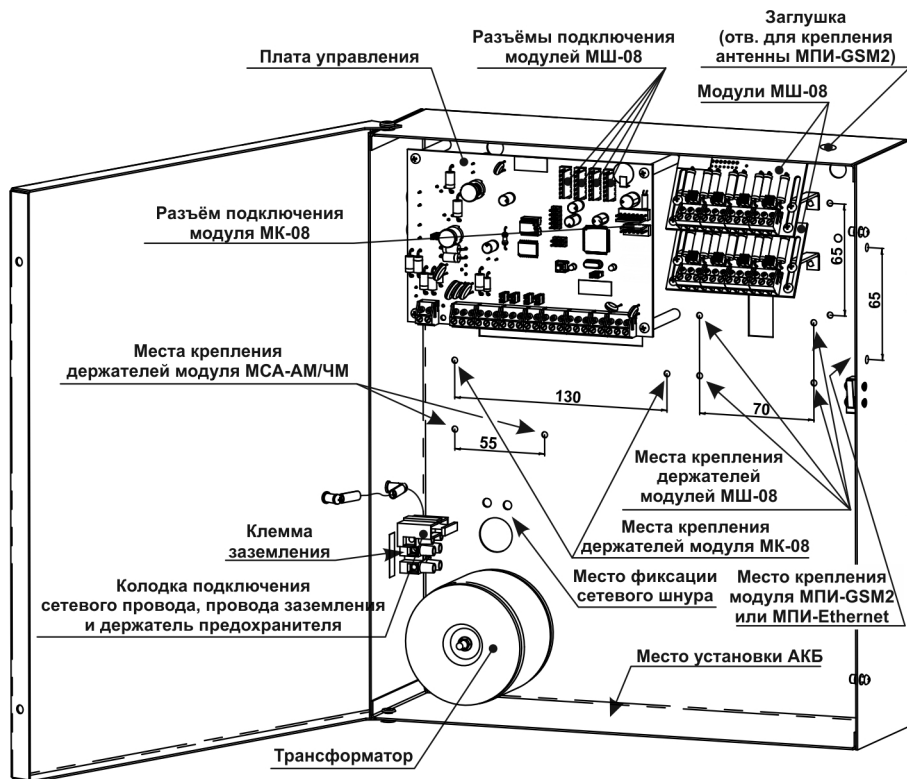

Рисунок 8 – Вид прибора ПКП-128 с открытой крышкой
Примечание – Место установки модуля МШ-08 – см. Рисунок 8. Установку других модулей производить по аналогии с установленными модулями МШ-08.
- Вставьте разъём шлейфа в соответствующий разъём на плате управления прибора (см. Рисунок 2 и Рисунок 8).
Модуль МК-08 устанавливается аналогично модулю МШ-08 (см. п.п. 7.4.1.1), место установки – см. Рисунок 8. Подключение модуля МК-08 к плате управления - см. п. 5.1, Рисунок 2 и Рисунок 8.
Модуль МСА-АМ/ЧМ устанавливается аналогично модулю МШ-08 на держатели, идущие в комплекте с модулем. Место установки – отверстия с шагом 55 мм (см. Рисунок 8).
Модуль МПИ-GSM2 устанавливается на внутреннюю боковую поверхность корпуса прибора (отверстия с шагом 65 мм - см. Рисунок 8). Для крепления используются две стойки из комплекта ЗИП модуля и четыре винта. Стойки сначала прикрепляются к плате модуля (используются два крепёжных отверстия по стороне установки SIM-карты), а затем вся собранная конструкция крепится на корпусе прибора. Антенный разъём модуля крепится на верхней стенке корпуса прибора (предварительно нужно удалить заглушку, закрывающую соответствующее отверстие).
Модуль МПИ-Ethernet устанавливается на внутреннюю боковую поверхность корпуса прибора (отверстия с шагом 65 мм - см. Рисунок 8). Для крепления используются две стойки из комплекта ЗИП модуля и четыре винта. Стойки сначала прикрепляются к плате модуля (используются два крепёжных отверстия), а затем вся собранная конструкция крепится на корпусе прибора (разъём Ethernet должен смотреть вниз).